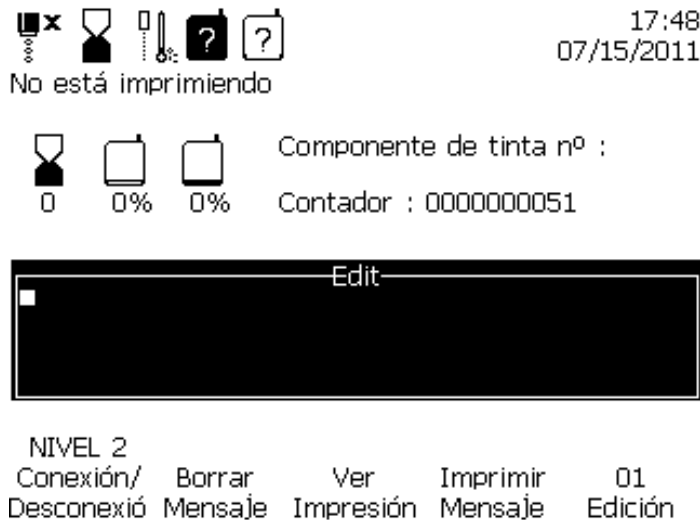

Figura 4-1: Marco <01 Edición>
- 3 Pulse el interruptor de suministro principal para encender la impresora. Después que la impresora arranque, aparecerá el marco <01 Edición> (consulte la Figura 4-1 en la página 4-2).